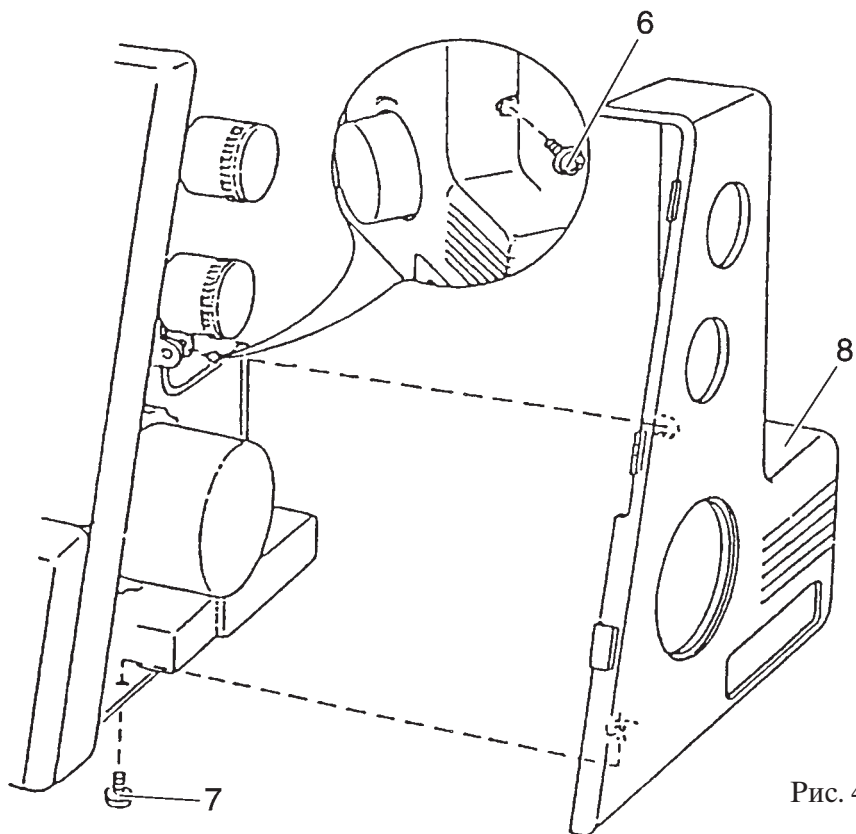

Рис. 4
- Ослабьте крепежный винт 6 (рис.4).